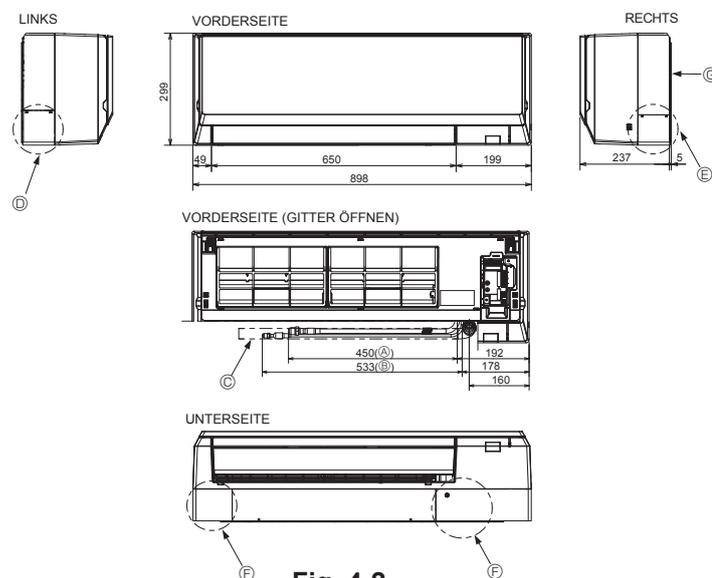

Fig. 4-2
4.2. Anordnung der Kältemittel- und Ablaufrohrleitungen (Fig. 4-2)
- G) Montageplatte ①